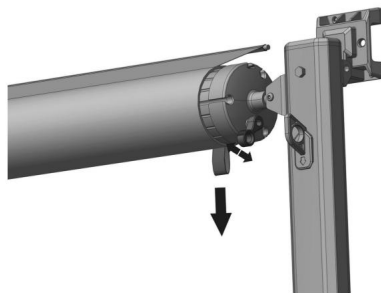

Abbildung E2
2. Ratschenhebel lässt sich nicht bewegen: Der Ratschenhebel steckt in der Ratsche fest aufgrund des Drehmoments der Feder. Wenn Sie den Ratschenhebel drehen, können Sie die Rolle vorsichtig ziehen und das Band ziehen, bevor Sie den Ratschenhebel drehen. (Abbildung E2)